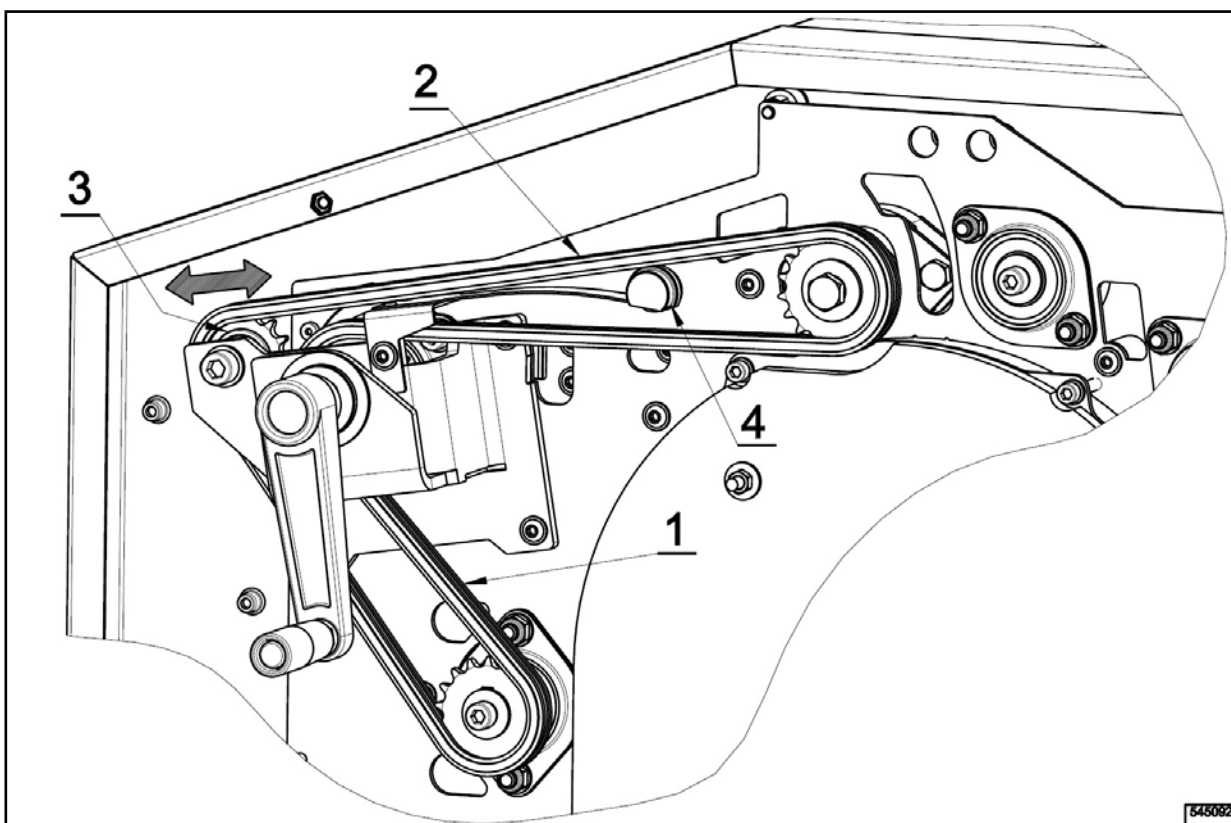

figura 6.8.
- La transmisión de cadena está accesible después del desmontaje de la cubierta derecha de la máquina – figura 6.8 y sirve al accionamiento del cilindro de la mesa de entrada, a frenar el cilindro superior de presión adicional y a establecer las proporciones mutuas de velocidad de los diferentes elementos de la unidad de planchado.
- La cadena (1) se tiene que mantener en el estado tendido. El estado tendido de la cadena es tal que ninguna rama de la cadena indique un combo visible y la rama superior (2) esté levantada visiblemente por el dispositivo deslizante a la forma triangular moderada (4).
- El estado requerido se alcanza con el movimiento (tendido) de la rueda dentada de la transmisión (3).
- Figura 6.8. – Transmisión de cadena